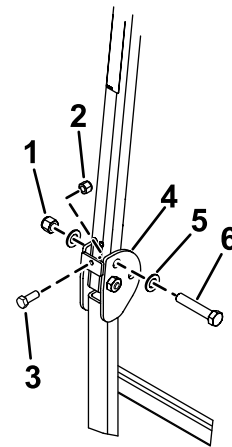

図 9
3. 図 9 に示すように、ワッシャ 13/16 x 1 1/2" を各ボルト 3/4 x 4" に組み付ける。
4. ピンを抜いた穴に、ボルトとワッシャを取り付ける (図 9)。
5. 図 9 のように各ボルトにもう1枚のワッシャを入れ、ナット 3/4" で固定する。各ナットを 323-396 N·m 33-40 kg·m = 238-292 ft·lb にトルク締めする。
6. ヒンジエリアのロールバーの下部の両側にあるねじ付きプレートに、ボルト (3/8-16 x 1" または 1-1/4 ") とジャムナット (ボルトとジャム ナットは未同梱) を取り付ける (図 9)。ボルトを上部のロールバーチューブにしっかりと固定されるまで締め付け、ジャムナットを締め付ける。
7. ロールバーとサンシェードが跳ね上がるのを防ぐために、ROPSピボットボルト (図 9) を 91 113 N·m (9.8 12.2 kgm) のトルクで締め付ける。